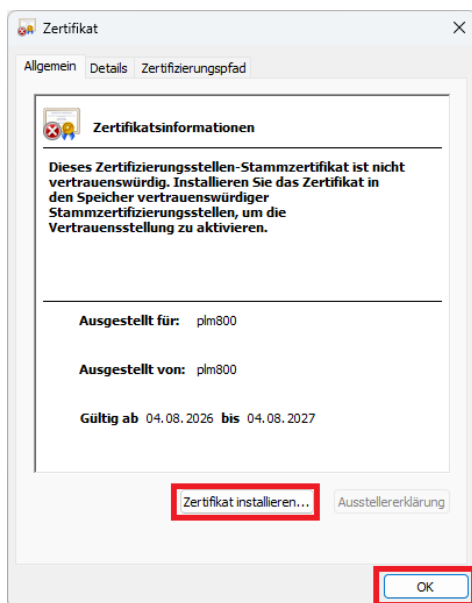

Abbildung 214: Zertifikatsinstallation
Hierfür muss das Zertifikat für den **Webserver** ausgewählt (1) und über die Schaltfläche **Zertifikat von der Steuerung herunterladen** (2) als *.cer-Datei auf dem Rechner abgespeichert werden. Diese Datei kann dann über einen Doppelklick auf einem anderen Windowsrechner installiert werden, siehe dazu Abschnitt 19.3 und Abbildung 214.